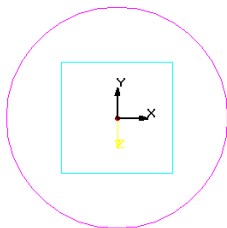

Рис.126
24. Ставим точку в начало системы координат «смещенной плоскости» (см. рис.126).